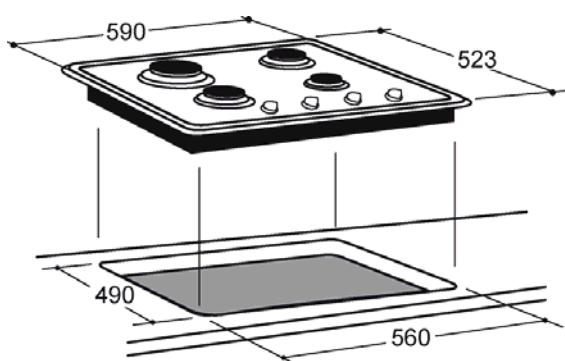

Рис. 6
- Выпилить в столешнице отверстие размерами 490 x 560 мм. Размеры отверстия показаны на рис. 6.